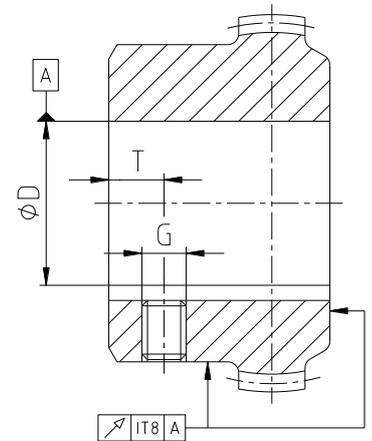

Bild 13: Rund- und Planlaufgenauigkeit
- Bei Herstellung der Nabenbohrung durch den Kunden ist die Rund- bzw. Planlaufgenauigkeit (siehe Bild 13) einzuhalten.